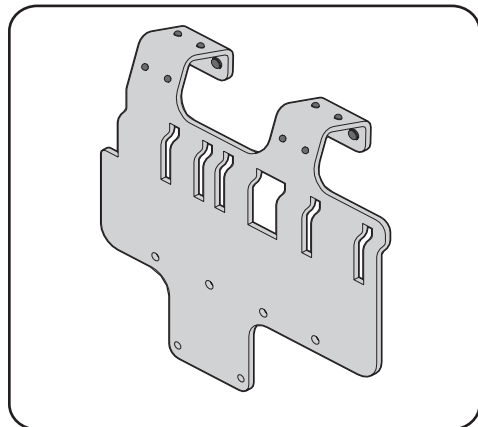

Figure 4-1
1. Installez douze tampons en caoutchouc (735-05938) dans le support de l'adaptateur (789-02518). Fixez-les solidement en utilisant les orifices de montage illustrés à la Figure 4-1.